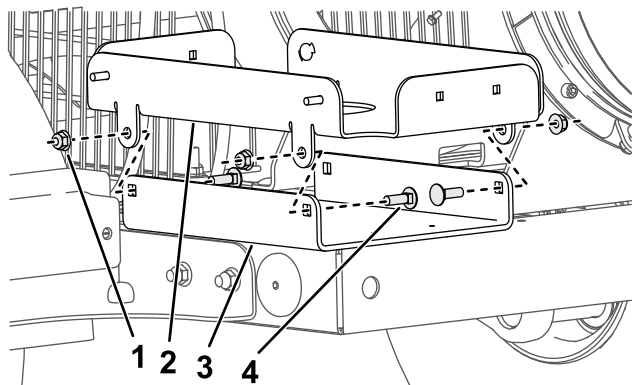

Figure 2
1. Déposez le support du réservoir de carburant existant et installez le nouveau support de réservoir de 38 litres à l'aide de 4 boulons de carrosserie (5/16") et 4 écrous à embase (5/16") insérés dans les trous du socle, comme montré à la Figure 2.